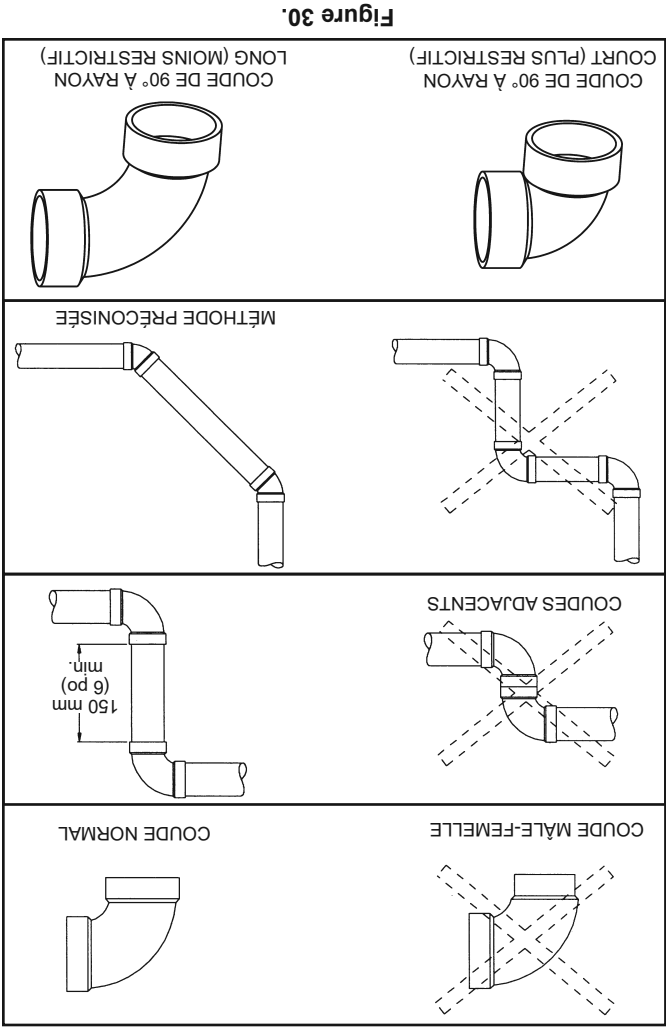

Figure 30.
2. Le conduit d'évacuation doit être aussi direct que possible, avec un nombre minimal de raccords. Dans la mesure du possible, utiliser des coudes de 45° et de 90° à rayon long. Éviter d'utiliser des coudes de 90° directement adjacents et ne pas utiliser de coudes mâle-femelle. Maintenir une portion droite d'au moins 150 mm (6 po) entre deux coudes. Les coudes très rapprochés ou à rayon court réduisent la capacité d'évacuation. Figure 30 montre des exemples de raccords de tuyauterie d'évacuation.
Remarque : Les indications de la Figure 30 sont fournies à titre de référence. Les restrictions relatives au Code d'installation du gaz naturel et du propane B149.1 ou tout code local ou provincial en vigueur.